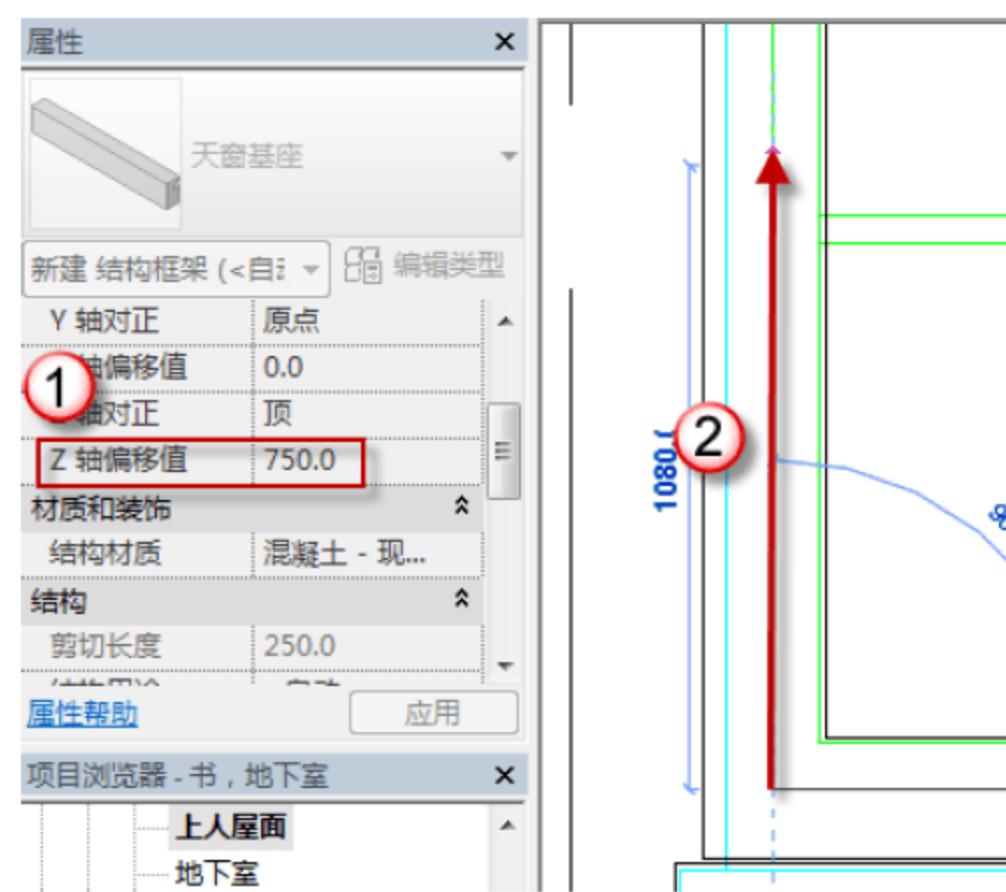
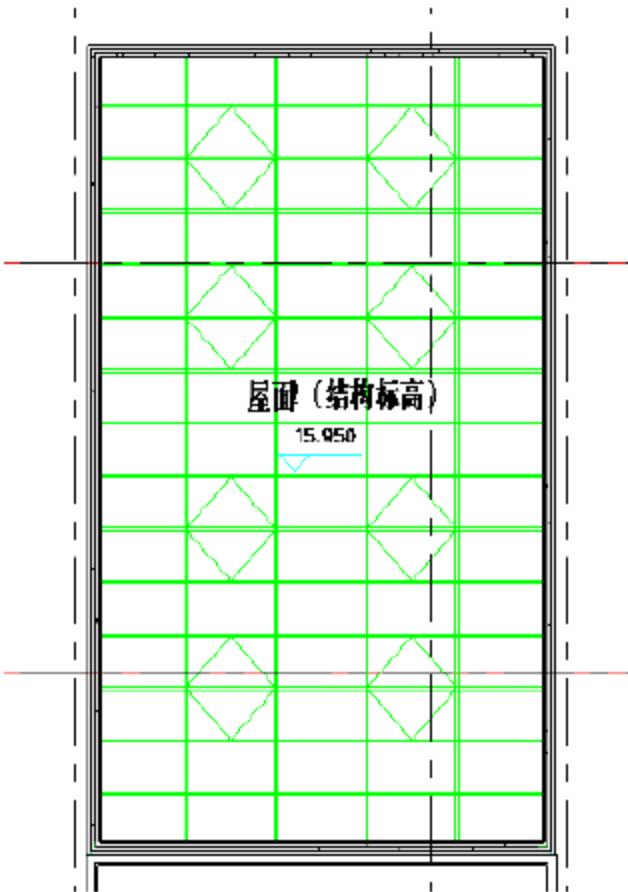

图 12.1.23 绘制“天窗基座”
图 12.1.24 完成“天窗基座”的绘制
(21) 绘制“天窗基座”。选择“结构”→“梁”命令，在“属性”面板中将“Z 轴偏移值”设置为“750mm”，然后绘制天窗基座，如图 12.1.23 所示。完成“天窗基座”的绘制，如图 12.1.24 所示。